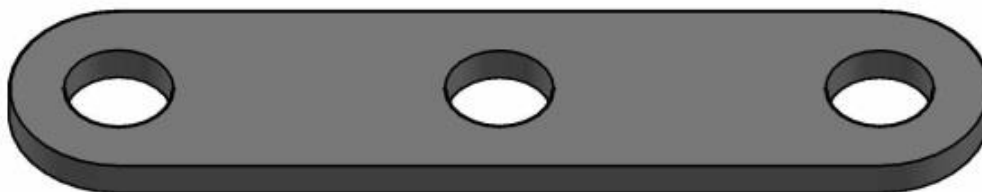
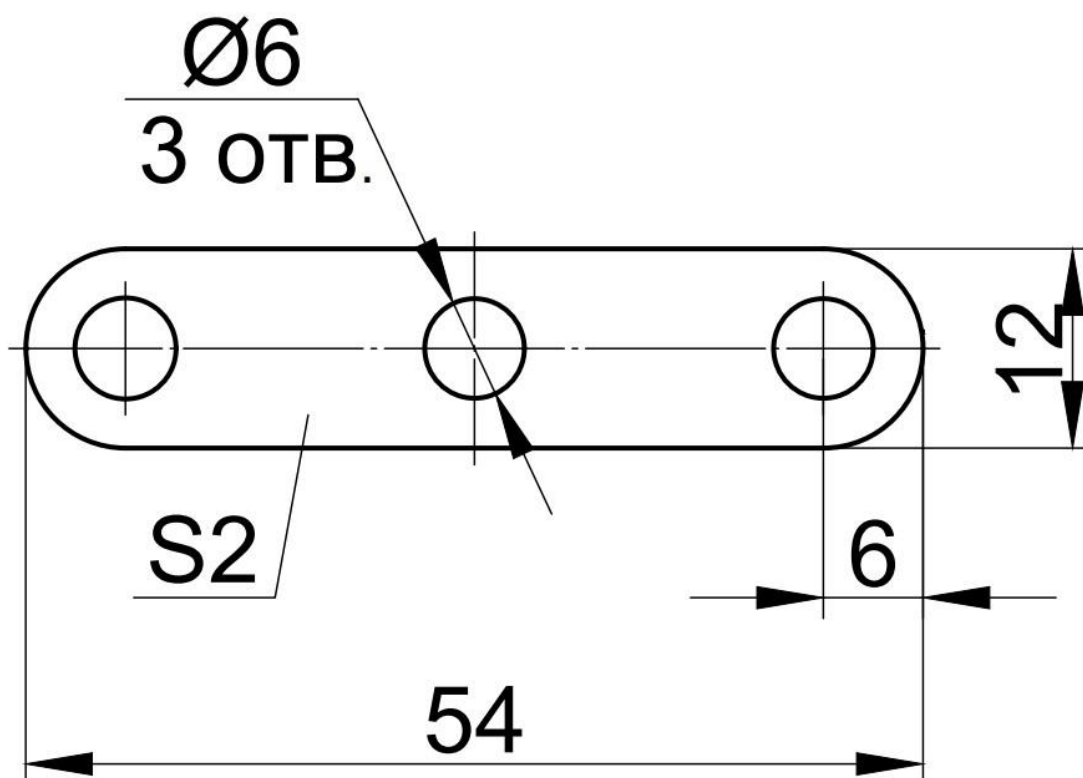

Рис. 1
Рис. 2
1. По данному образцу (Рис. 1) и эскизу (Рис. 2) изготовить монтажную планку.